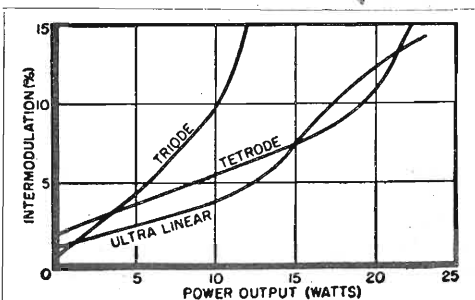

Fig. 2 - Queste tre curve illustrano e confrontano fra loro il funzionamento triodico, quello tetrodico e l'«ultralineare».
Il circuito d'impiego tipici per i transistor del tipo «p-n-p» sono illustrati in fig. 2. Possono venire usati circuiti con emettitore, base o collettore a massa.
Fig. 2 - In (A) si ha la rappresentazione grafica del transistor. In (B), (C) e (D) quattro circuiti tipici, rispettivamente con «base» a massa, con «emettitore» a massa e con «collettore» a massa.
Se l'uscita del preamplificatore deve venire collegata una linea lunga, in luogo della resistenza di carico, verrà impiegato un trasformatore da 20.000/600 ohm di impedenza (fig. 2 B). In fig. 2 C è illustrato un amplificatore a due stadi nel quale viene impiegato un trasformatore di accoppiamento in discesa. E' possibile ricorrere anche all'accoppiamento a resistenza e capacità (con una perdita del guadagno di circa 6 db), ma date le basse impedenze in gioco i condensatori di accoppiamento dovranno avere una assai elevata capacità.
Questo punto è caratterizzato da alcuni altri vantaggi: viene mantenuta l'elevata efficienza e sensibilità dei tetrodi, mentre nello stesso tempo si ha la bassa resistenza interna caratteristica dei triodi. La fig. 2 confronta la distorsione per intermodulazione di uno stadio in controfase senza controeazione per triodi, per tetrodi e per il circuito «ultralineare». Queste curve mostrano che i triodi non sono in grado di sopportare potenza, mentre che i tetrodi sono affetti da una relativamente alta distorsione in corrispondenza delle più basse potenze d'uscita. Il circuito ultralineare costituisce un miglioramento su entrambe queste soluzioni. A parità di altre